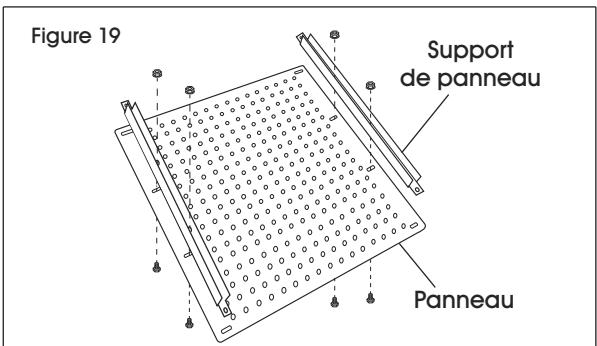

Figure 19
- Fixez les supports de panneau (7) au panneau perforé (4) ou au panneau à fentes (5). Alignez les trous du support et les quatre trous sur les extrémités des panneaux. Fixez quatre boulons de 5/8 po et d'écrous à embase uniquement dans les trous au centre. (Voir Figure 19)